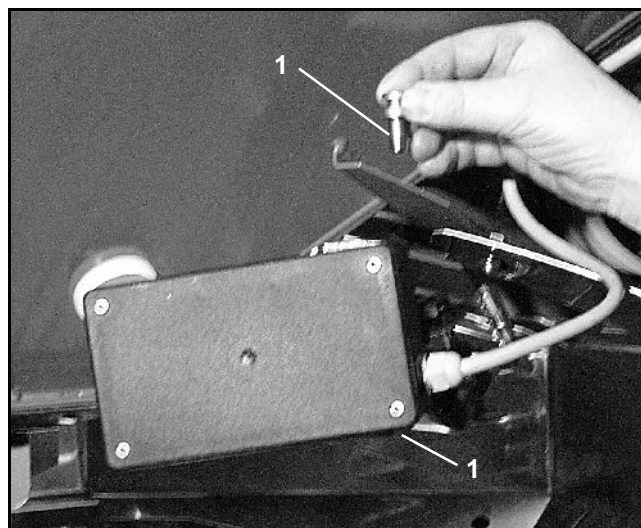

Fig. 6
- Dra ut de båda låssprintarna (Fig. 6/1).